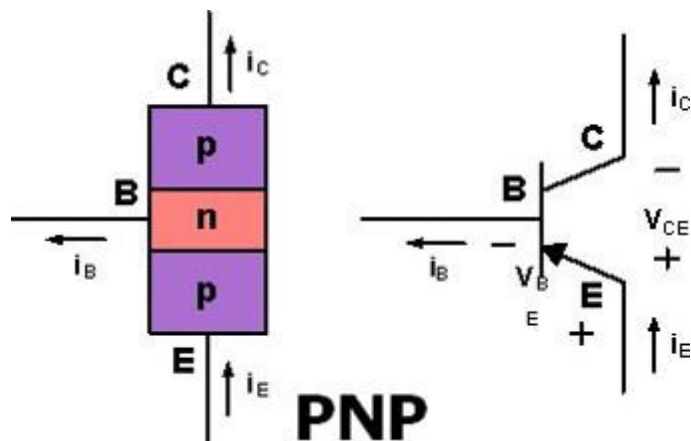

Figura 04 - Tensão e corrente PNP
- **Transistor PNP:** Recebe tensão positiva no terminal do emissor. A tensão positiva para o emissor permite que a corrente flua do emissor para o coletor, dado que há corrente negativa para a base (corrente que flui para fora da base para terra), figura 04.